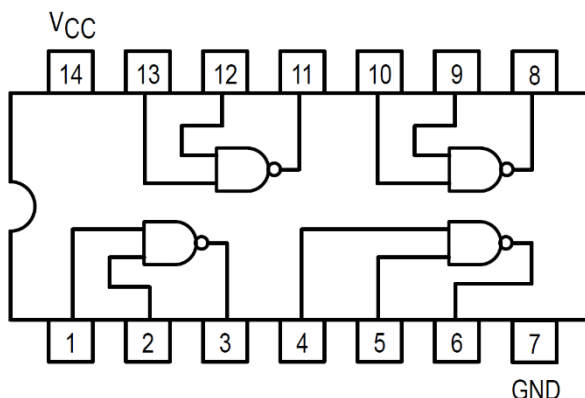

Figura 1
- ✓ Montar un circuito integrado 7400 en una protoboard. Éste contiene 4 puertas NAND de 2 entradas, tal y como muestra el diagrama de conexión de la figura 1.